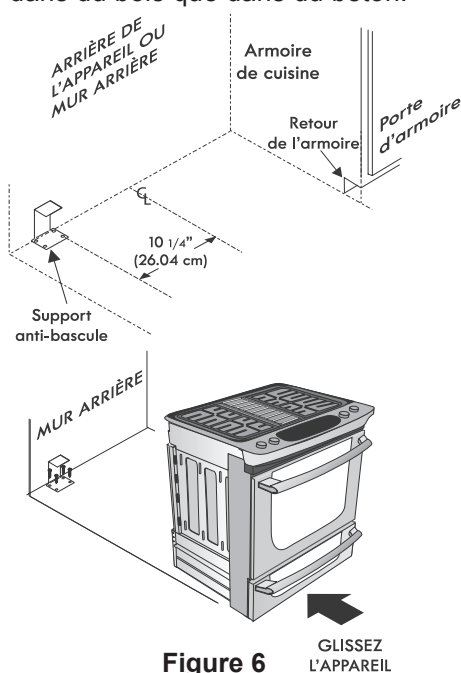

Figure 6
2. Dépliez le gabarit de papier et placez-le à plat sur le plancher, l'avant et les extrémités des côtés exactement sur la ligne préalablement tracée (utilisez le diagramme ci-dessous pour localiser le support anti-bascule si le gabarit de papier n'est pas disponible (Figure 6)).